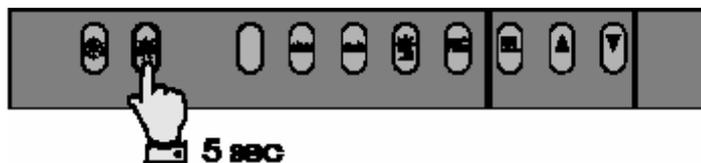

Рисунок 24
- Нажать кнопку, как показано на рис. 24.